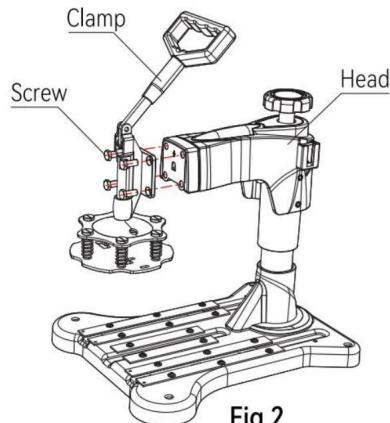

Fig 2
2. Przelóż cztery śruby przez zacisk szybki i adapter, a nastę pnie je przykręć bezpiecznie do głowicy maszyny i użyj klucza, aby zablokować śruby (jak pokazano na rysunku) rysunek 2).